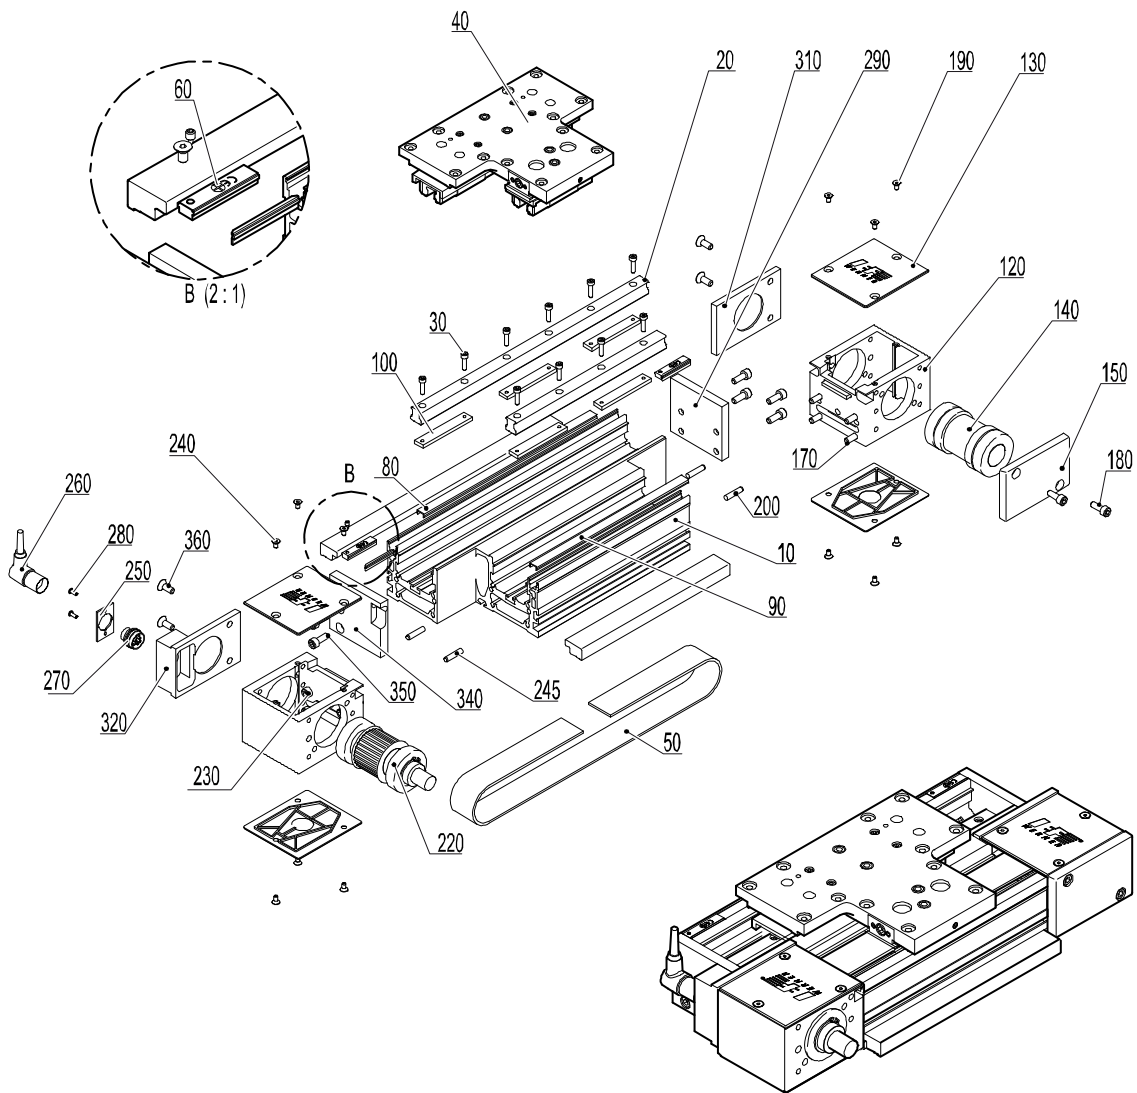
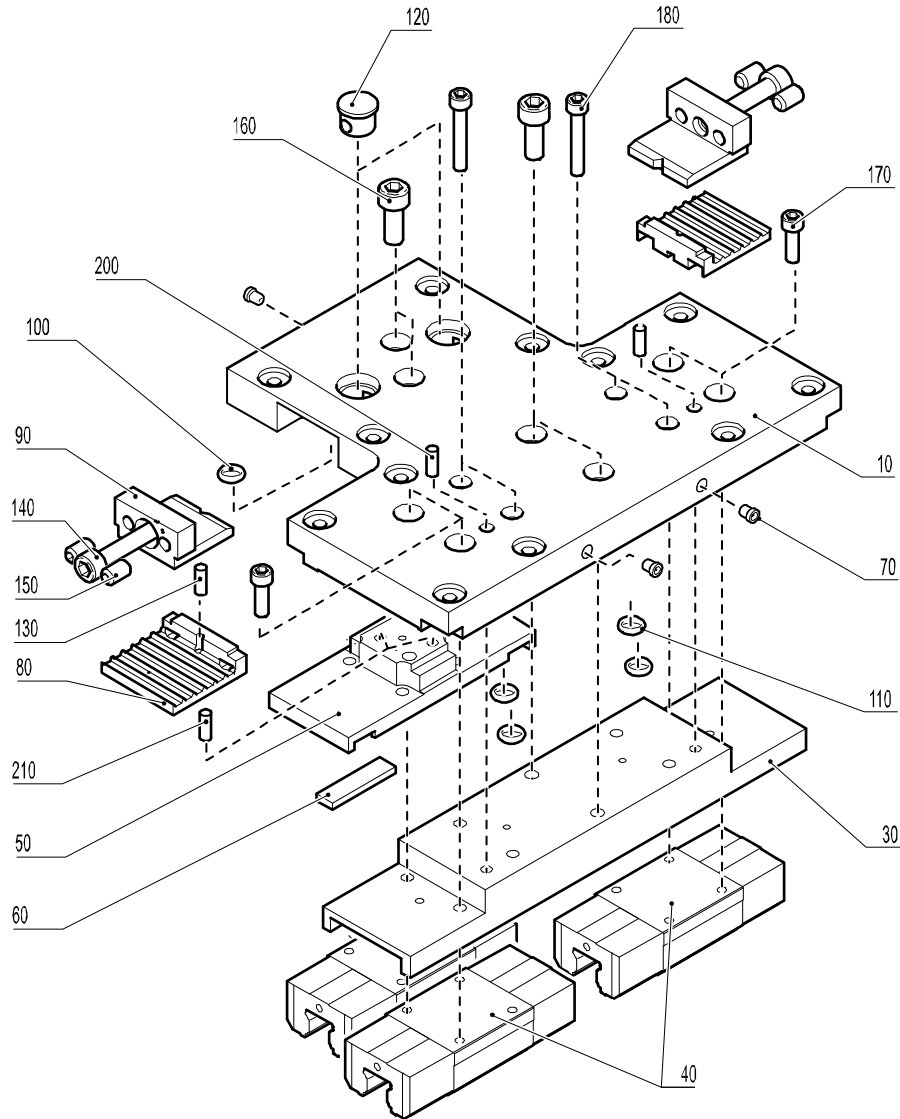

Abbildung 26: Modul 160/15C Schlitten komplett
Abbildung 27: Modul 160/15C, Schlitten komplett, Explosionszeichnung
Zur Erläuterung siehe *Abbildung 26*, Seite 33 und *Abbildung 27*, Seite 35.
- *Abbildung 27*, Seite 35: Lösen der Schrauben M6 x 35 (Pos. 140), Druckstück (Pos. 90) entfernen, Zahnsegment (Pos. 80) entfernen
- *Abbildung 26*, Seite 33: Kunststoffabdeckungen (Pos.130) entfernen
- Riemenpannung ab Werk voreingestellt: Sicherungslack an Schrauben (Pos. 150, *Abbildung 27*, Seite 35) nicht entfernen!
- Kunststoffabdeckungen (Pos.130, *Abbildung 26*, Seite 33) wieder anbringen
Teilgruppe 1001568 (Zeichnung siehe *Abbildung 26*., *Seite 33*)
Artikel-Nr.: 1086006 (Zeichnung siehe *Abbildung 27, Seite 35*)